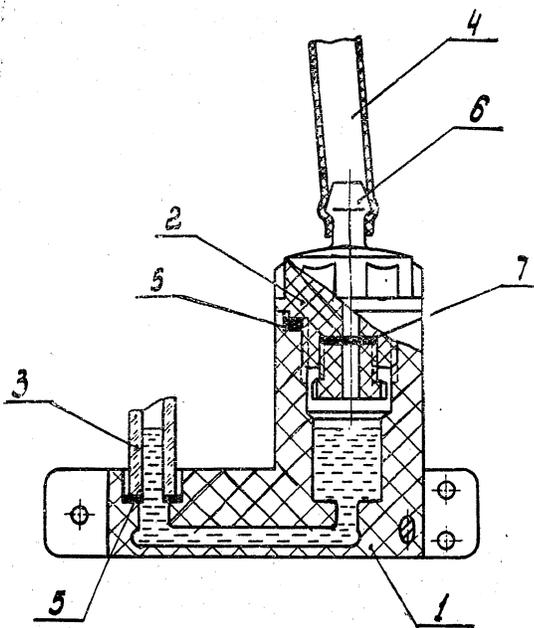

Рис. 3.
Внутренний канал основания манометра (1) (рис. 3) сообщается между собой резервуар (2) и манометрическую трубку (3). Основание укреплено винтами.